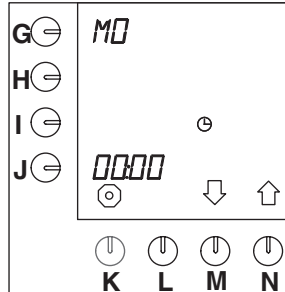

Abb. 42 Aktueller Tag und aktuelle Zeit
- Drücken Sie auf die Wahl taste (N.)↑, bis Abb.42 (Aktueller Tag und aktuelle Zeit) im Display erscheint.
- Die Position für die Stunden beginnt neben der Programmier taste zu blinken (Abb.42).